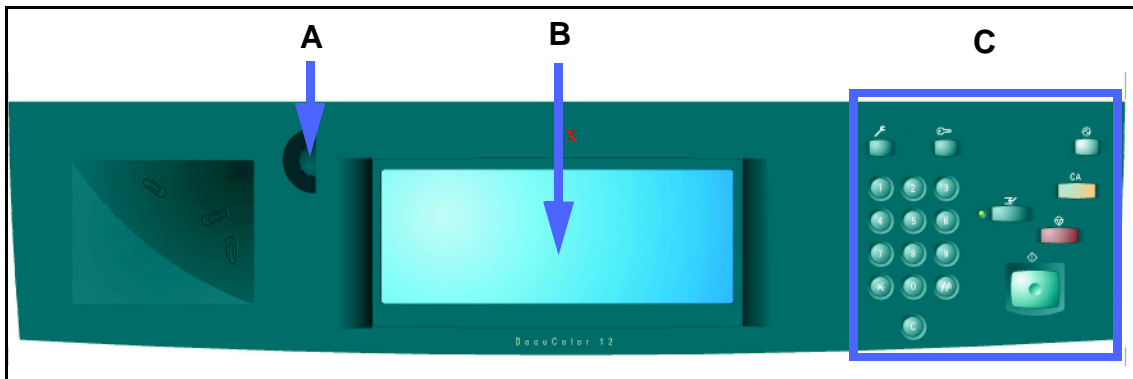

Figura 2: Painel de controle
Conforme ilustrado na Figura 2, você utiliza o botão Contraste (A) no lado esquerdo da Tela de toque (B) para torná-la mais clara ou mais escura. Girar o botão em sentido horário irá escurecer a tela, e girá-lo em sentido anti-horário irá clarear a tela.